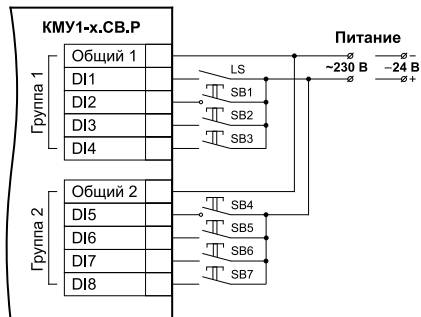

Рисунок 7.2 – Схема подключения дискретных входов КМУ1-24.СВ.Р и КМУ1-230.СВ.Р
- внешние кнопки управления к дискретным входам DI2–DI8 и светосигнальные сигнализаторы окончания работы таймера и режима к дискретным выходам DO7 и DO8 соответственно (см. *рисунок 7.2* и приложение *Внешние кнопки управления*).